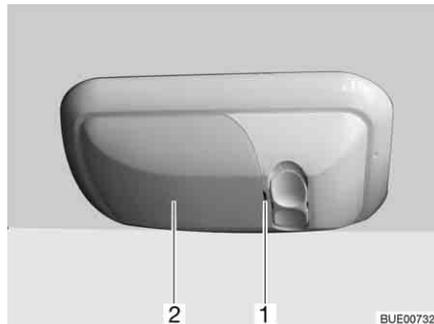

Fig. 273 Lampada del garage
- Sollevare e rimuovere con precauzione la copertura (Fig. 273,2) con l'ausilio di un utensile appropriato (p. es. un cacciavite) agendo sull'intaglio (Fig. 273,1).